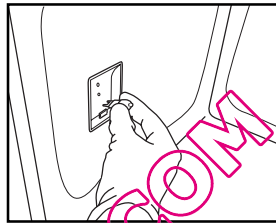

Fig. 8
4. Remplacez l'ampoule (voir Remarque pour connaître le type) (Fig. 8).